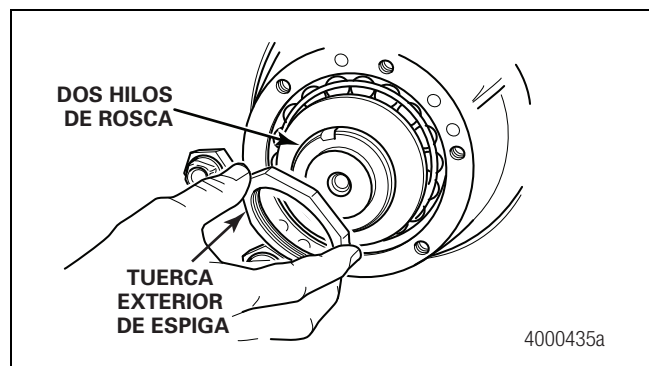

Figura 2.27
2. Use el portataladro de Meritor. Apoye correctamente el portataladro Meritor como mínimo con dos hilos de rosca completos de la espiga. De ser necesario, retire la tuerca externa de la espiga del eje del semirremolque, a fin de que queden expuestos como mínimo dos hilos de rosca completos. Figura 2.27.